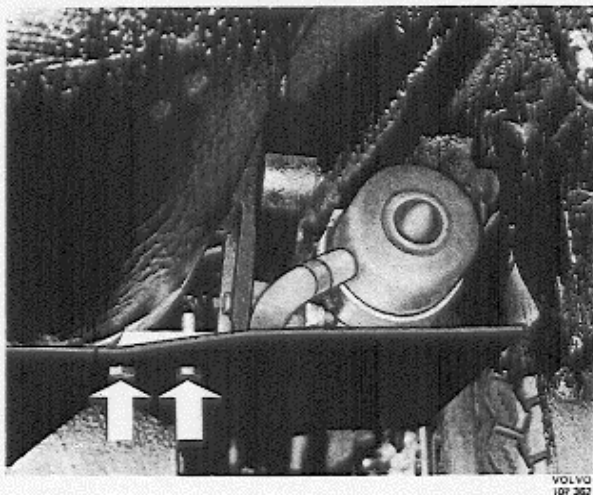

Abb. 2-2. Ausbau der Schutzkappe
1. Die beiden Befestigungsschrauben lösen und die Schutzkappe abnehmen, siehe Abb. 2-2.